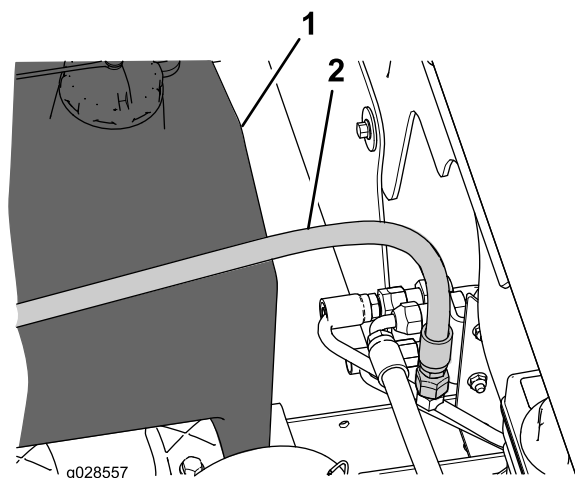

Figura 9
- Retire a tampa da união em T no tubo hidráulico junto do depósito do fluido hidráulico (Figura 9).